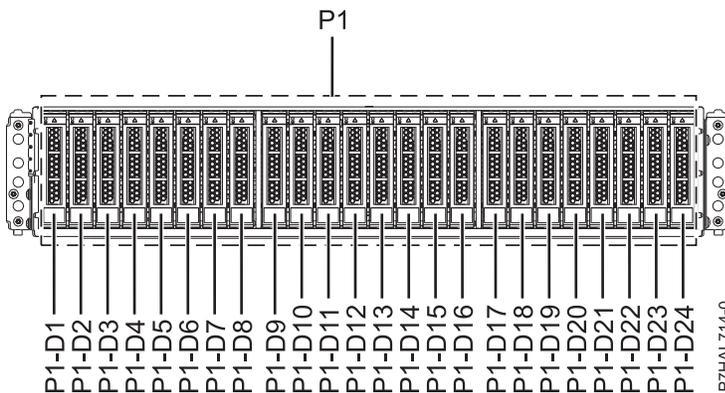
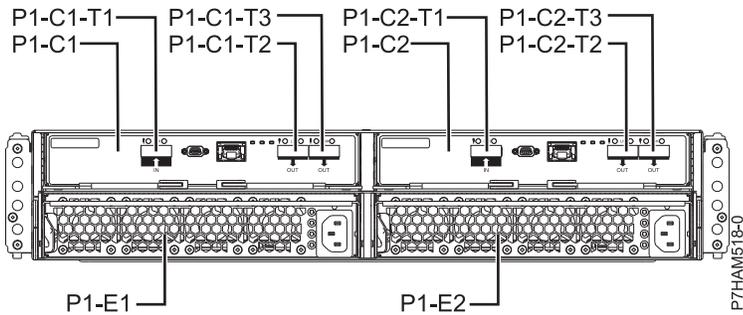

Figure 31. Vue avant du boîtier d'unité de disque 5887 illustrant les emplacements des unités de disque
Figure 32. Vue arrière du boîtier d'unité de disque 5887
5. Identifiez le composant et le boîtier sur lesquels vous souhaitez intervenir. Les emplacements des unités de disque et des unités SSD sont situés à l'avant du boîtier. La figure 31 et la figure 32, à la page 34 illustrent les vues avant et arrière du boîtier ainsi que les emplacements des unités de disque dans le boîtier.